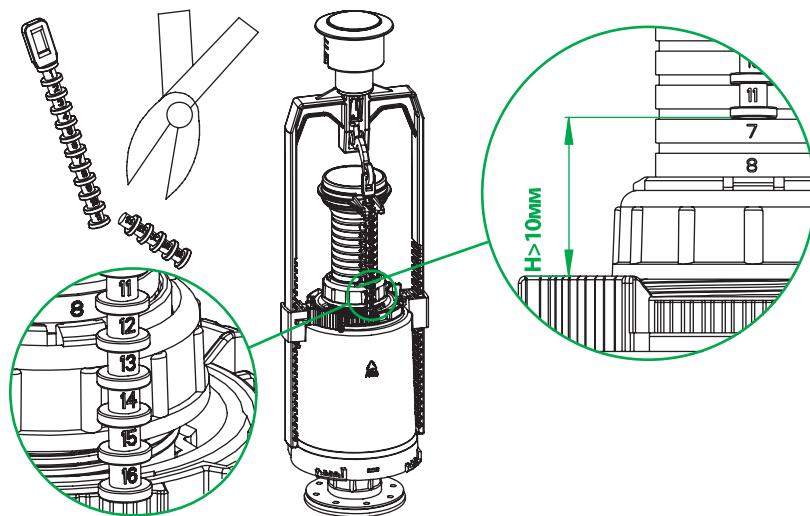

Рис. 14 / 14-сур.
7. Лишнюю длину тяги удалите с помощью кусачек (рис. 14).